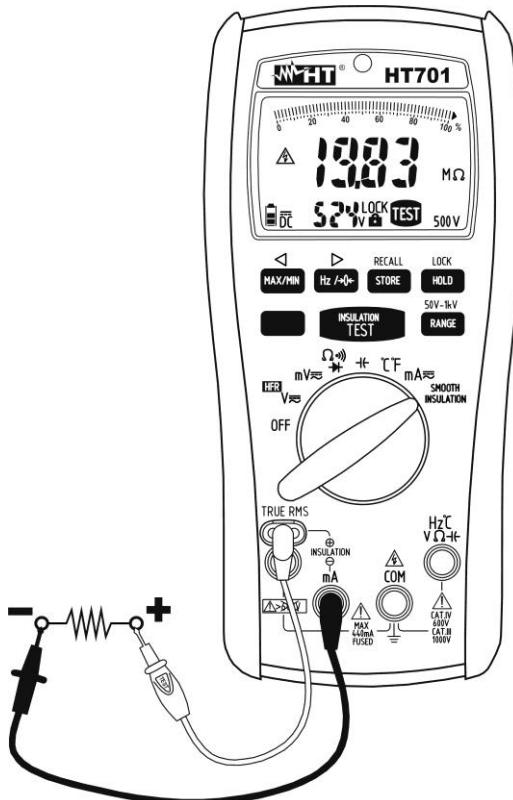

Fig. 10: Uso del instrumento para medida de Aislamiento
5. Inserte la sonda remota roja en el terminal de entrada “ \oplus ” y el cable negro en el terminal de entrada “ \ominus ” (vea Fig. 10)
6. Posicione las puntas en las extremos del circuito en prueba respetando las polaridades positiva y negativa (vea Fig. 10). Usar eventualmente los terminales cocodrilo